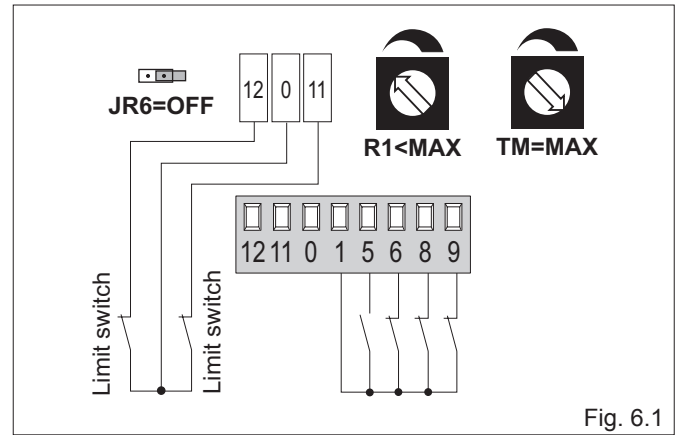

Fig. 6.1
- (Fig. 6.1) relier les contacts N.C. des fins de course d'ouverture et de fermeture aux connecteurs faston 12-0-11;